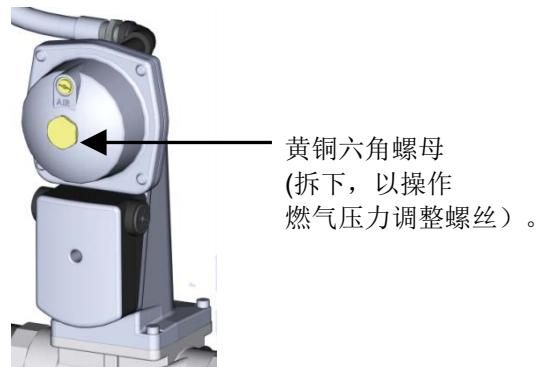

图 5-2: SSOV 上的燃气压力调整螺丝位置
8. 在读取燃烧分析仪上的 CO 含量的同时，通过转动下游 SSOV 中的燃气压力调节螺丝（参见图 5-2），缓慢增加汇管燃气供应压力。调整汇管压力，直到 CO 读数为 **300ppm**。请注意旋转的圈数，因为您需要在下面的步骤 11 中将其转回到其原始位置。